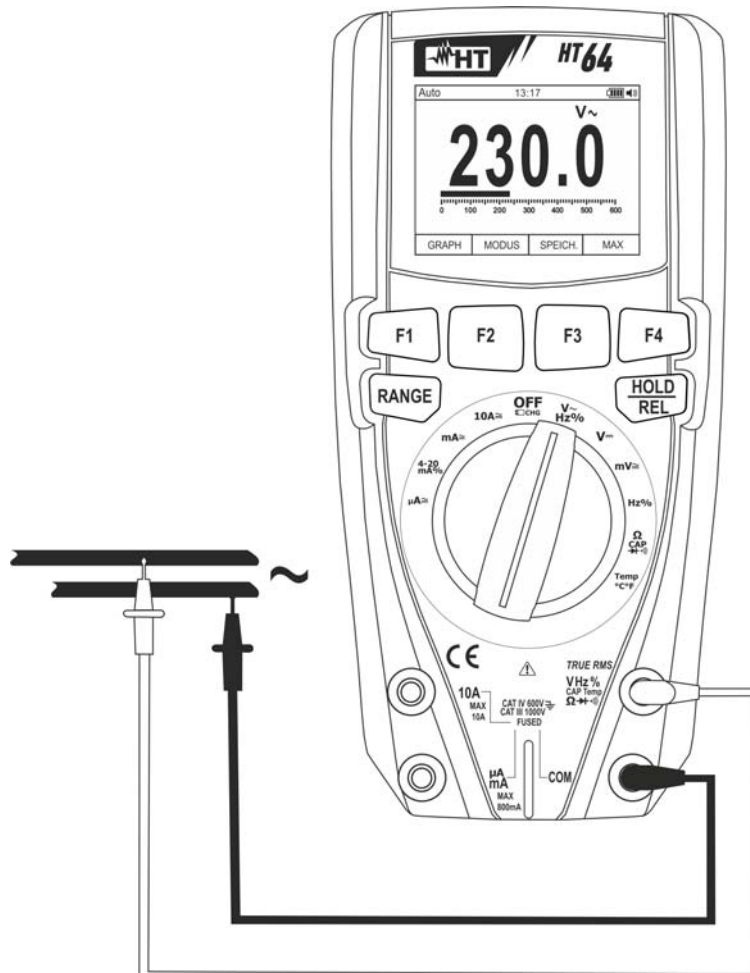

Abb. 23: Verwendung des Gerätes für Wechsellspannungsmessung
4. Verbinden Sie die rote Messleitung und die schwarze Messleitung mit den gewünschten Messpunkten des zu messenden Kreises (siehe Abb. 23). Der Spannungswert erscheint auf dem Display.